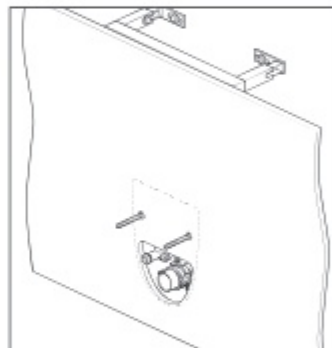

Рис. 12 / Сур. 12
12. Постройте перегородку, проделав отверстия для болтов и труб. При необходимости положите плитку на поверхность перегородки или нанесите отделку (рис. 12).